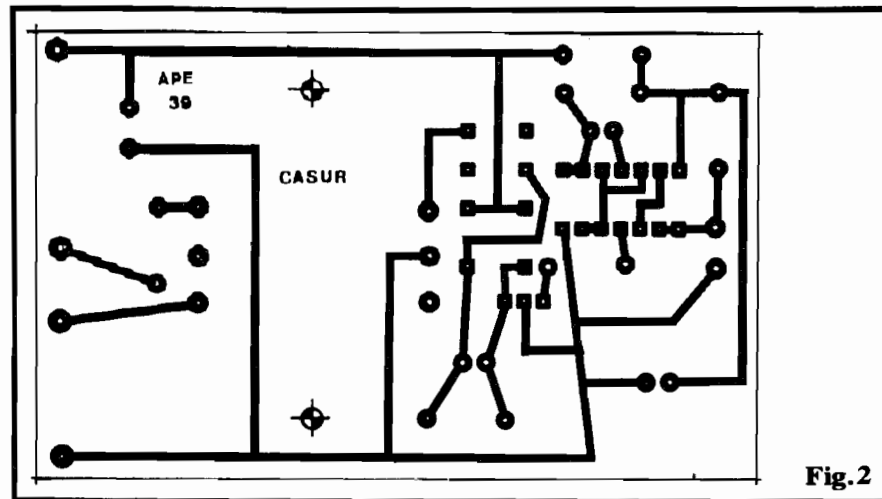

Fig. 2
- FIG. 2 - O CIRCUITO IMPRESSO ESPECÍFICO - Para que tudo fique bem compacto, optamos por "leiautar" o Circuito Impresso específico incluindo a colocação do transformador sobre a própria placa... Com isso, os mesmos parafusos usados para fixação das "orelhas" do dito trafo, também servirão como fixadores gerais da placa junto à caixa, dando bastante solidez ao conjunto... Quanto ao Impresso, seu diagrama é simples, não muito "amontado", visto em escala 1:1 na figura... Os maiores cuidados que o Leitor/Hobbysta deverá ter referem-se ao desenho (traçagem), corrosão e furação da região compreendida pelas ilhas destinadas à recepção das "perminhas" do Integrado (inevitavelmente próximas umas das outras... No mais, tudo